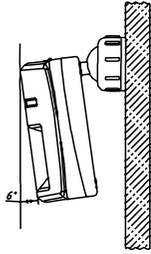

Рисунок 1
- 4.3.2 Перед установкой необходимо снять крышку извещателя, извлечь плату и просверлить в основании отверстия для подключения проводов и крепления извещателя на стену или на кронштейн. Закрепить основание на стене шурупами. При установке на кронштейн необходимо сначала закрепить на стене кронштейн, затем закрепить на нем основание с помощью винта, установленного в кронштейн (рисунок 1).